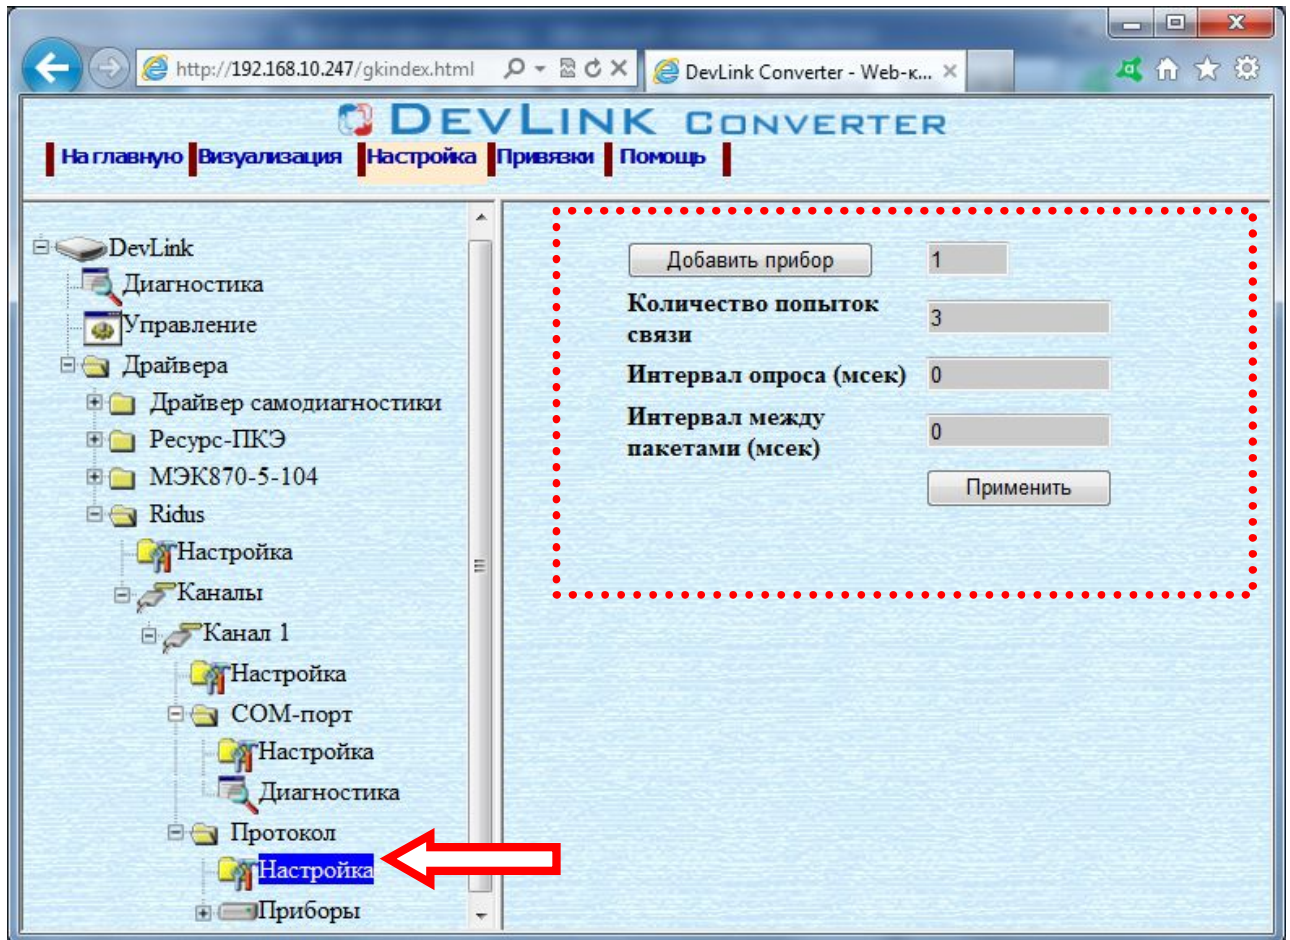

Рисунок 3.5 – Добавление прибора в канал
- 2 Выбрать в дереве объектов папку **Настройка** протокола драйвера нужного канала (рисунок 3.5).